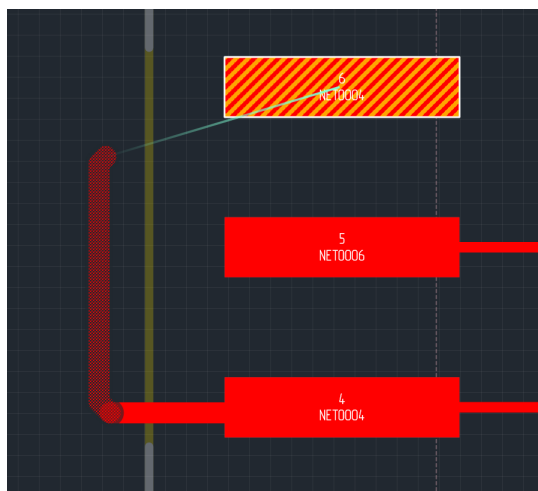

Рис. 205 Начало размещения трека
3. Выберите точку для начала размещения трека и нажмите левую кнопку мыши, размещение трека начнется с указанной точки. При этом отключится отображение всех линий соединения, кроме той, что показывает место окончания трека. Место окончания трека контактная площадка и сама линия связи будут дополнительно подсвечены, см. Рис. 205.